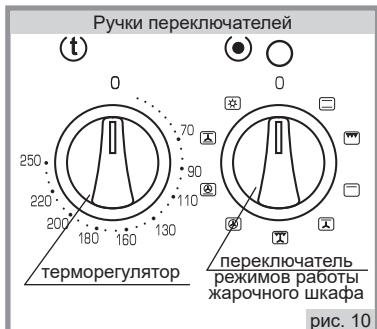

рис. 10
- Установка рабочей температуры в жарочном шкафу обеспечивается терморегулятором, который задает необходимую температуру (рис.10). Значения температур указаны на панели управления и являются ориентировочными, могут колебаться в пределах  $\pm 15^{\circ}\text{C}$ .
- Ручкой переключателя режимов (рис.10) установить нужный Вам режим работы жарочного шкафа, повернув ручку в любую сторону и установив ее на нужный значок. При отключенных конфорках стола над ручкой загорается красная сигнальная лампочка, что означает готовность жарочного шкафа к работе, но нагреватели при этом не включаются.